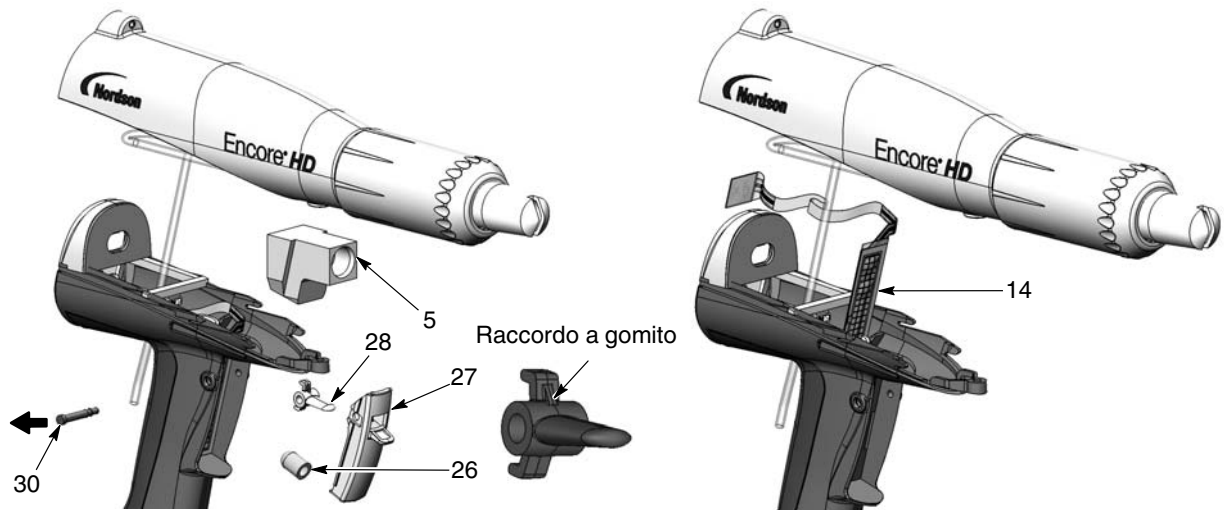

Figura 6-8 Sostituzione dell'interruttore del grilletto
3. Vedi figura 6-8. Estrarre il gomito (5) dal tubo d'ingresso.
4. Spingere l'estremità piccola del diametro dell'asse (30) fuori dall'impugnatura con un piccolo punzonatore a estremità piatta o un altro utensile.
5. Rimuovere il grilletto di spruzzo (27), l'attuatore (26) e il grilletto di spurgo (28) dall'impugnatura.
6. Usare un utensile per far leva ed estrarre l'interruttore del grilletto (14) dall'impugnatura, poi tirarlo su e fuori dall'impugnatura.
1. Vedi figura 6-8. Orientare il nuovo interruttore (14) con la griglia che guarda il davanti della pistola, poi far avanzare con cautela l'estremità quadrata inferiore dell'interruttore attraverso la scanalatura nell'impugnatura.
4. Installare il grilletto di spurgo (28) nel grilletto di spruzzo (27) con il raccordo a gomito orientato verso l'alto, come illustrato. **Non installare il grilletto di spurgo capovolto.**
5. Posizionare i grilletti nell'impugnatura e tenerli fermi premendo l'asse (31) attraverso l'impugnatura e i grilletti finché la testa dell'asse è a filo con l'impugnatura. L'asse scatta in posizione quando è installata correttamente.